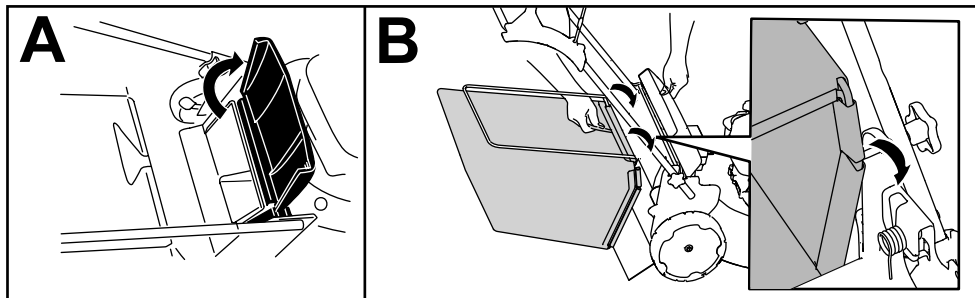

Figura 14
1. Levante y sujete el deflector trasero (Figura 14, A).
2. Instale la bolsa de recogida, asegurándose de que los pasadores de la bolsa descansan en las muescas del soporte del manillar (Figura 14, B).